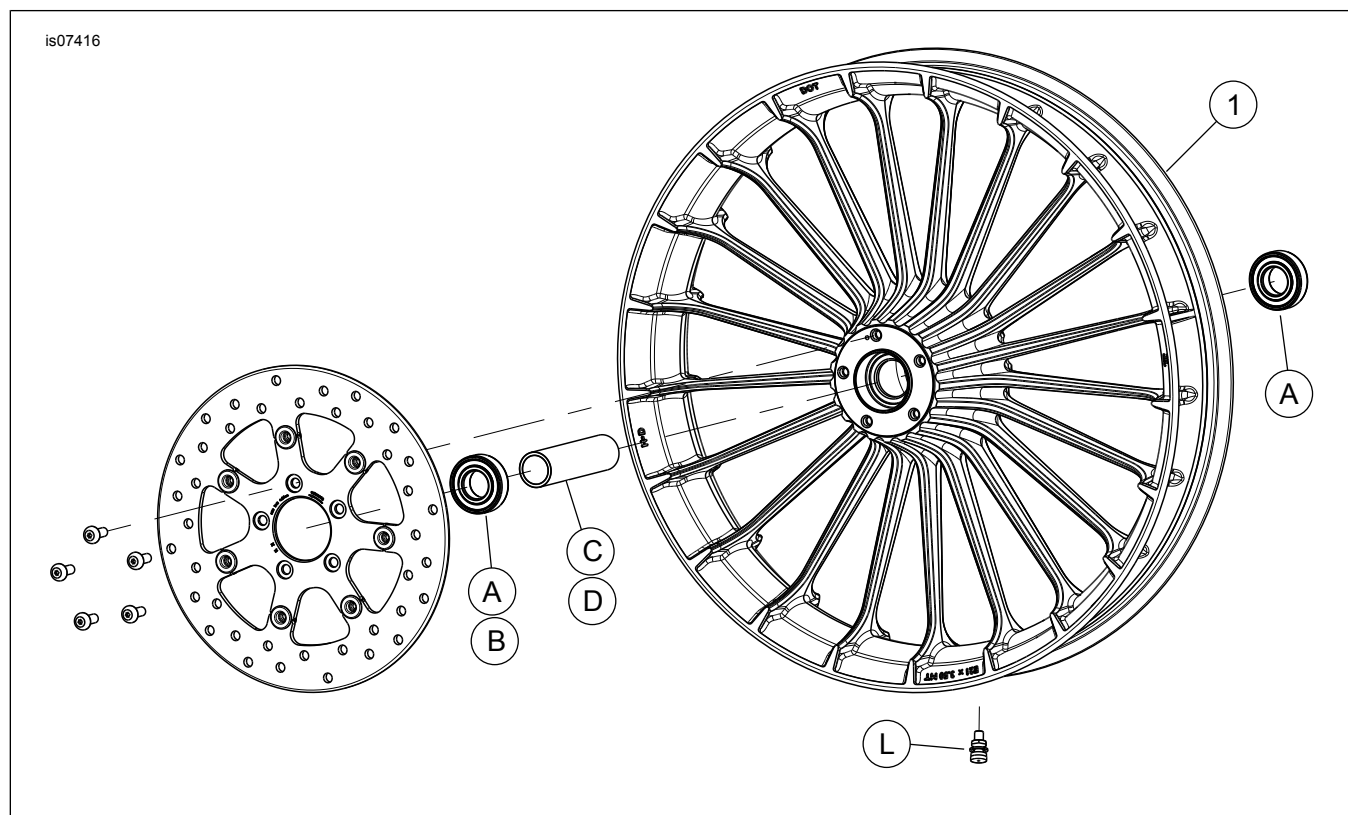

Figure 2. Pièces de rechange : Roue de turbine avant
Ce kit inclut la roue personnalisée seulement. Voir Figure 2 et Tableau 2.
2. Voir Figure 2 . Poser l'ensemble de tige de valve (L) sur la roue. Consulter le manuel d'entretien.